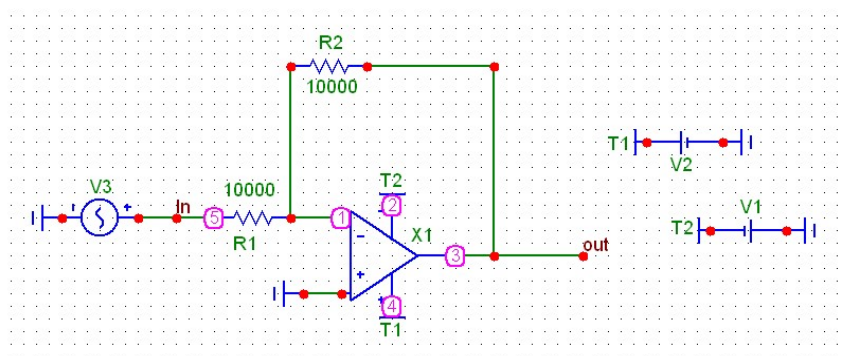

Рис.14. Схема инвертирующего усилителя.
1. Произвести расчет параметров схемы инвертирующего усилителя на базе ОУ. Тип ОУ задается преподавателем. В среде системы схемотехнического моделирования **МС9** создать схему инвертирующего усилителя на ОУ. На Рис.14 приведен пример построения схемы.